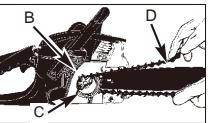

Fig. 4B
2. Lägg kedjan runt drivhjulet (B) bakom kopplingen (C). Se till att länkarna passerar mellan kugghjulets tänder (Fig. 4B).
3. För i drivlänkarna i spåret (D) och runt svärdets ände (Fig. 4B).